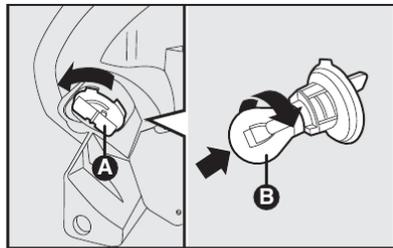

fig. 19
Dianteiros - fig. 19
- remover a tampa/porta-lâmpada **A-fig. 19** girando em sentido anti-horário;
- extrair a lâmpada **B-fig. 19** empurrando-a levemente e girando-a em sentido anti-horário (bloqueio a "baioneta") e substituí-la;
- montar a tampa/porta-lâmpada **A-fig. 19** rodando em sentido horário assegurando-se do correto bloqueio;